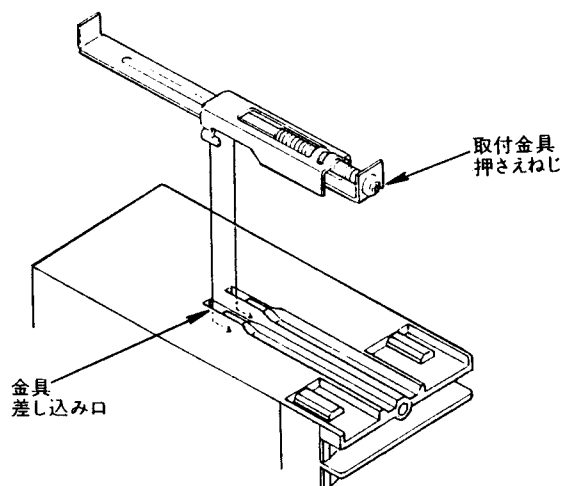

図1
- ① パネルカット寸法を参照して、パネルに取り付ける台数分の角穴をあけて下さい。
- ② 本計器をパネル前面より挿入します。
- ③ 金具差し込み口に取付金具を入れます(図1)。